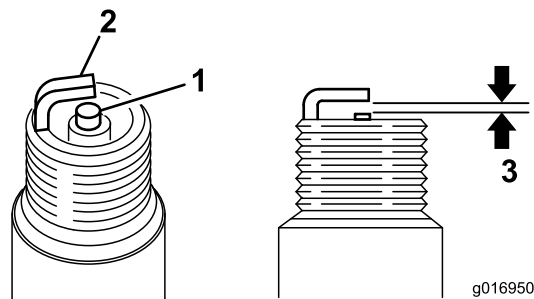

図 35
3. エアギャップを 0.60.7mm に調整する図 35。点火プラグをエンジンに取り付け、23 Nm 2.35 kg.m = 17 ft.-lb にしっかりとトルク締めする。